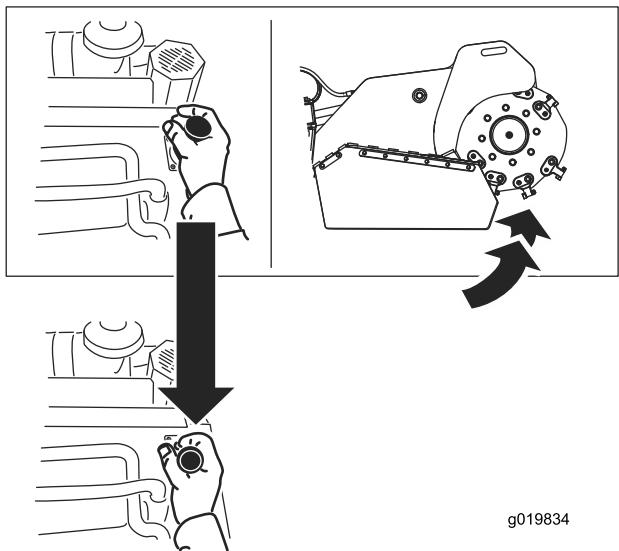

Figura 13
- Per sollevare il fresa ceppi, portate la leva indietro (Figura 13).